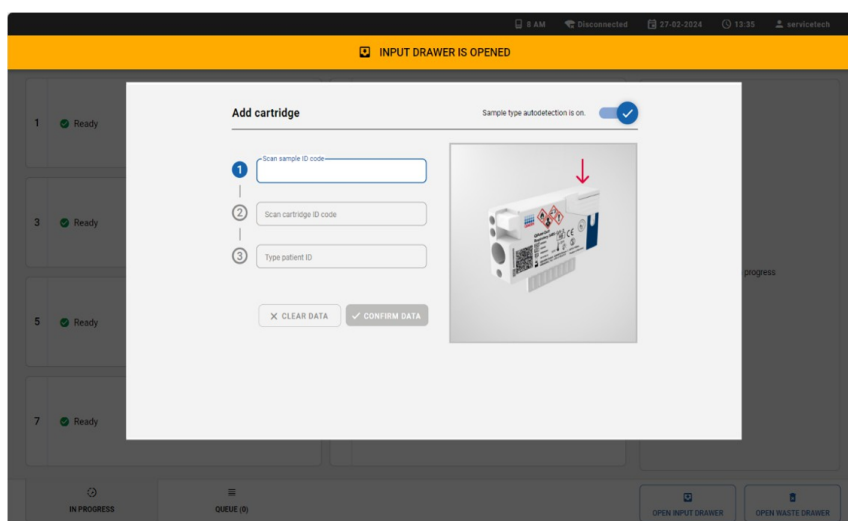

Bild 14. Skärmen Scan sample ID (skanna prov-ID).
1. Dialogrutan add cartridge (Lägg till kassett) visas och skannern på framsidan aktiveras. Skanna prov-ID-streckkoden högst upp på QIAstat-Dx-analyskassetten (positionen indikeras med en pil) (Bild 14).